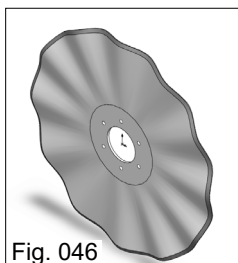

Fig. 046
- Disco de corte ondulado de 20" 12 ondas: Indicado para palhada densa e solos arenosos ou mistos. Corta a palhada eficientemente, evitando o envelopamento da semente e o espelhamento do sulco (Fig. 046).